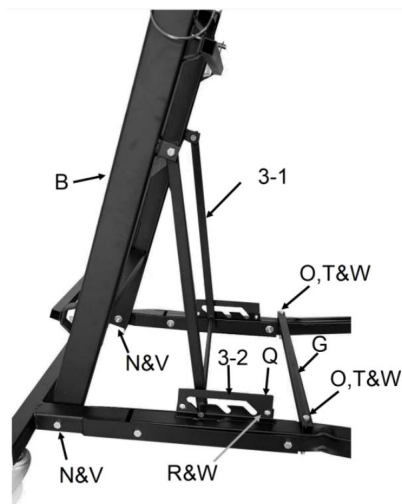

Fig. 3
3. Installare il gruppo scala (B) inserendo un bullone del telaio (N) attraverso ciascuno lato della base di un controdado¹ (V). Oscillare il supporto angolare della scala (Fig.3 3-1) nella tacche di regolazione dell'altezza (3-2). Assicurarsi la traversa è saldamente in posizione.
4. Posizionare il supporto trasversale per le gambe (G) su entrambi le gambe (E&F), allineando i fori dei bulloni. Inserire un bullone di supporto trasversale (O) attraverso ciascuna estremità di il supporto trasversale della gamba e la gamba. Far scorrere una rondella (T) su un bullone e fissare con un controdado² (W). Ripetere con l'altro supporto trasversale bullone.
5. Fissare la piastra di regolazione dell'altezza (Q).